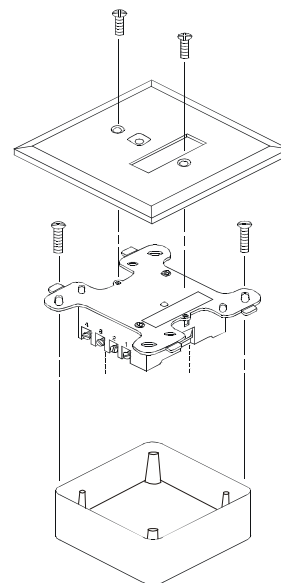

Рис. 3. Монтаж УС
4. Установите УС и зафиксируйте крышку УС согласно рис. 3.